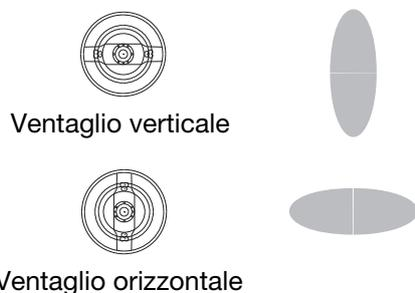

Fig. 19. Posizioni del cappello dell'aria
3. Dopo aver allentato l'anello di sicurezza, ruotare il cappello dell'aria per un ventaglio di spruzzatura verticale o orizzontale. Vedere: FIG. 19.